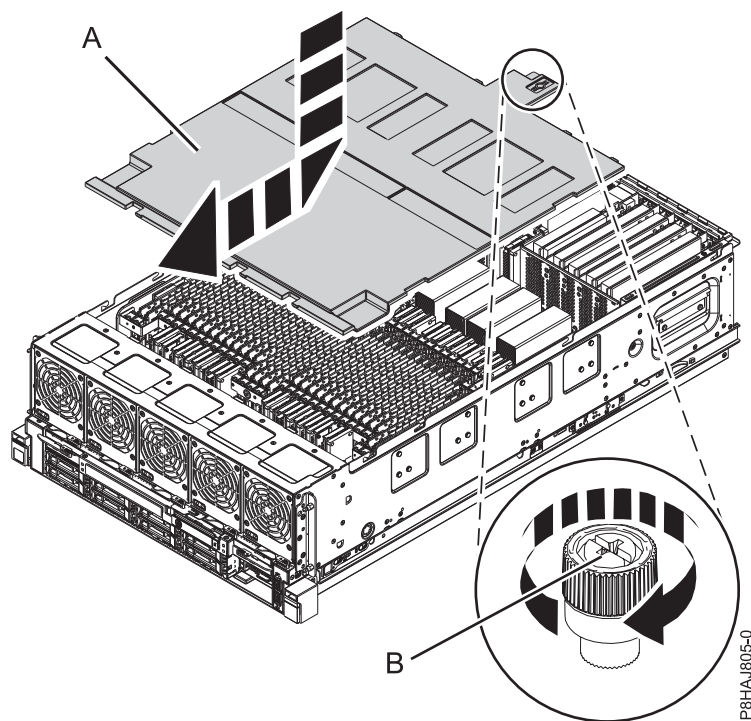

図 32. 安全カバーの再取り付け
2. 安全カバー (A) をシャーシ方向に押します。
3. つまみねじ (B) を、57 ページの図 32 に示されている方向に回転させて締めて、安全カバーをシャーシに固定します。